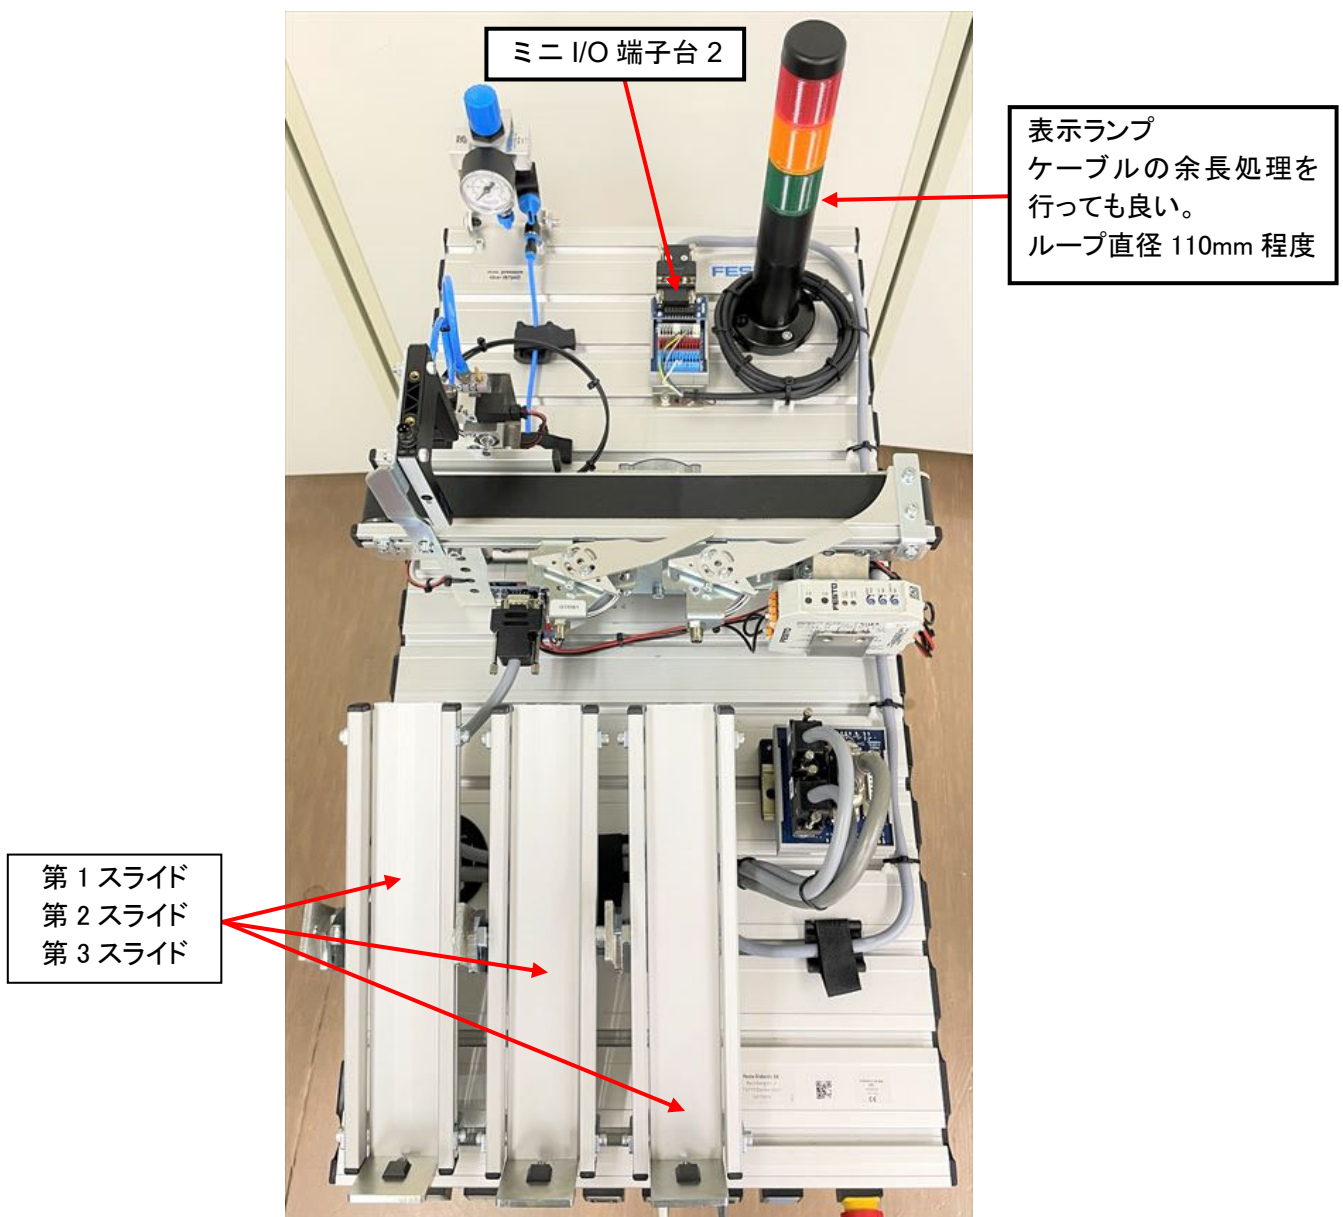
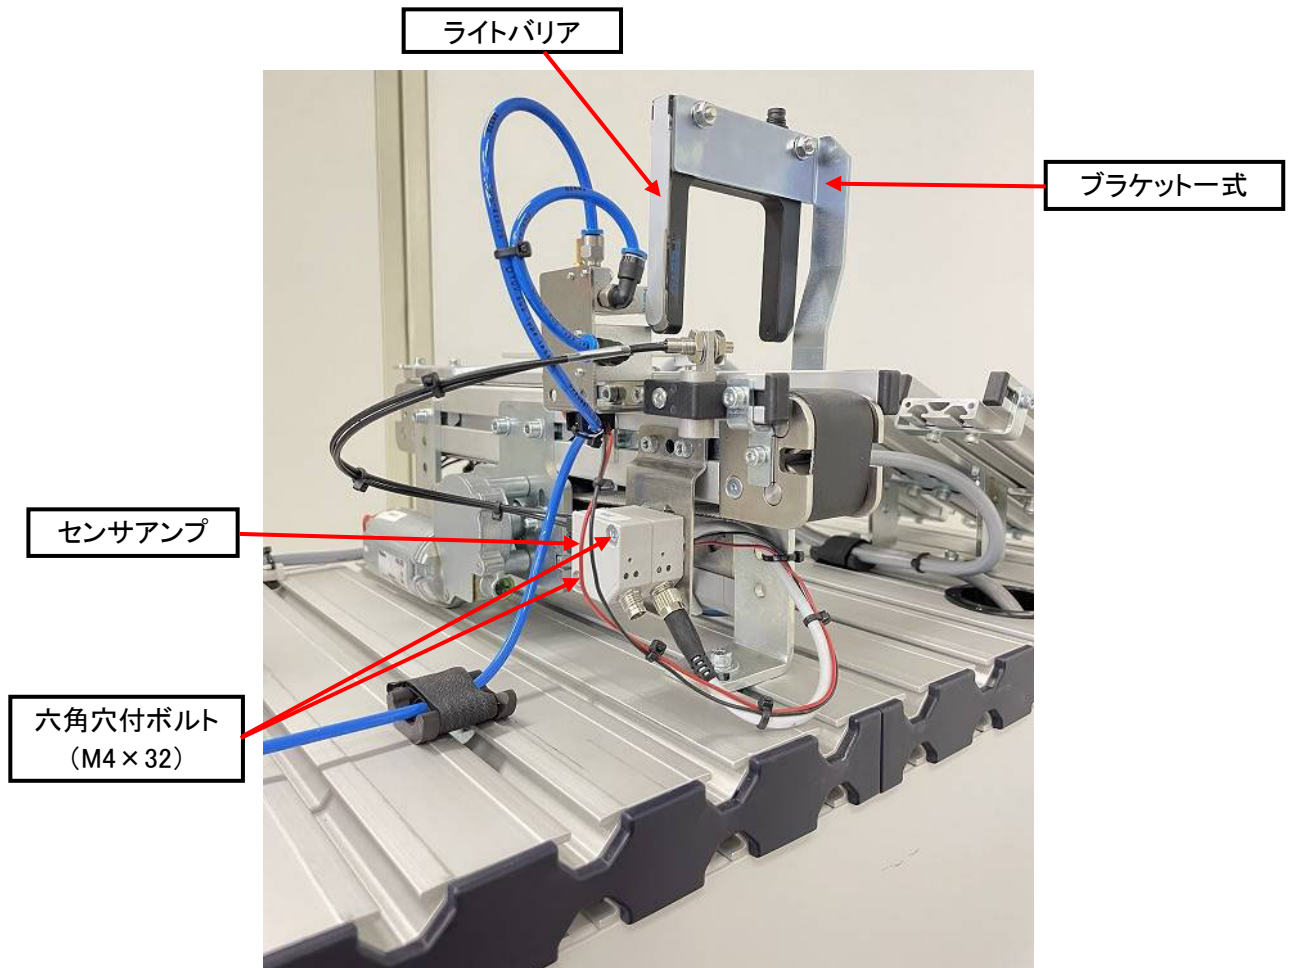
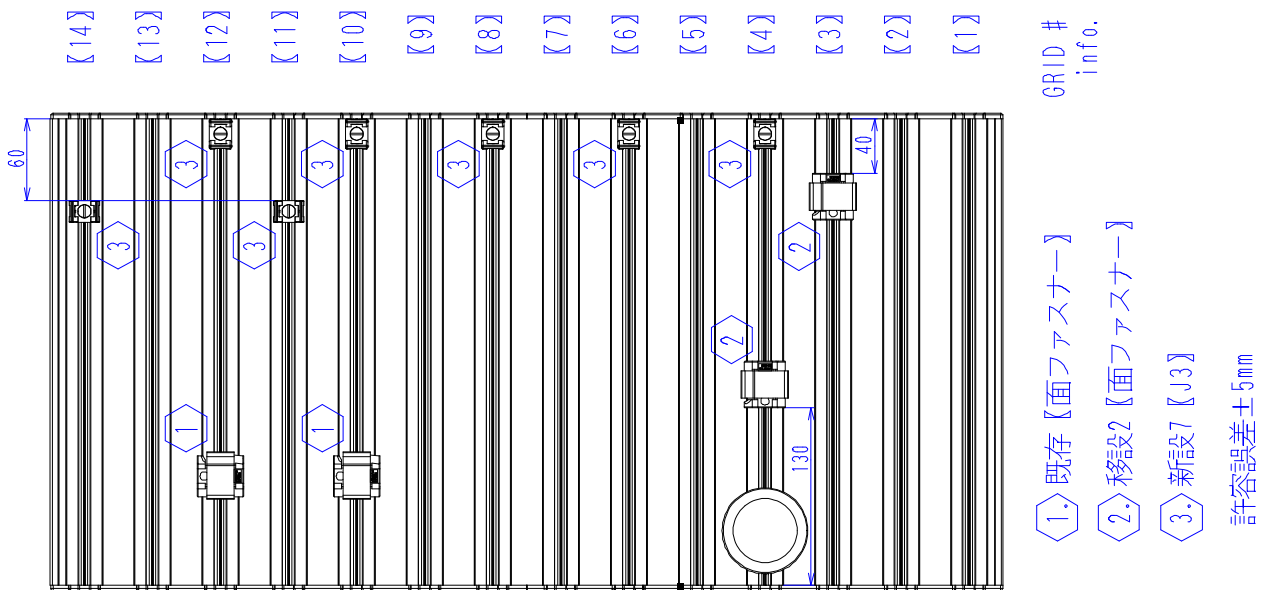

図 5 ソーティング sta.持ち込み状態①
図6 ソーティング sta.持ち込み状態②
図7 ソーティング sta.ケーブルホルダ取付位置
・ソーティング sta. (MPS D-ver.) (図 5、図 6、図 7、表 2、表 4 参照)
3. 支給部品【②六角穴付ボルト(M4×10)、Tヘッドナット(M4)】を利用し、ミニ I/O 端子台 2 をおよそ図 5 の位置に移設する。
4. 支給部品【③ブラケット一式】を利用し、ライトバリアをおよそ図 6 の位置に取り付ける。
5. 支給部品【④六角穴付ボルト(M4×32)】を利用し、コンペアのセンサアンプと一緒に取り付ける。
6. J14_表示ランプをおよそ図 5 の位置に取り付け、ミニ I/O 端子台 2 に配線する。
8. 第 1 スライド、第 2 スライド、第 3 スライドをおよそ図 5 の位置に移設する。
9. 図 7 を参考にケーブルホルダ(面ファスナータイプ)を移設する。
10. 図 7 を参考に sta.上に J3_ケーブルホルダを 7 個取り付け、各ケーブルを束線する。